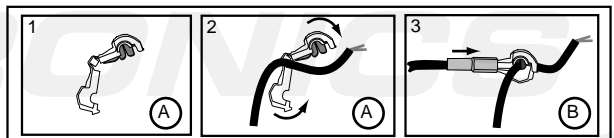

Fig. 3
6. Menez la longue partie du faisceau jusqu' au-dessous du tableau du bord à gauche. Connectez le fil rouge avec un connecteur de dérivation au fil de l'interrupteur du feu de stop (fig. 1). Branchez le fil orange avec un connecteur de dérivation (fig.3) au câble d'alimentation continue + 30 du boîtier à fusibles (fiche C).